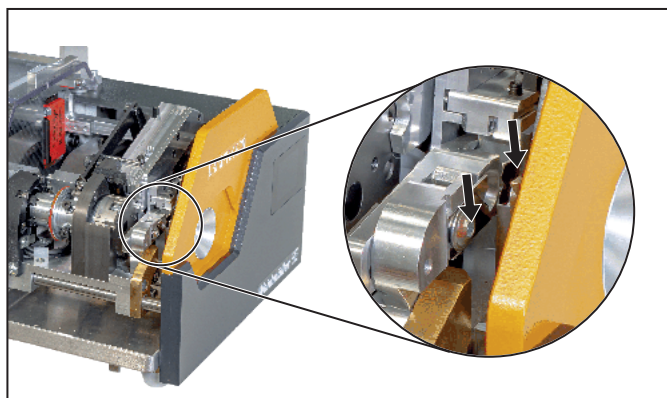

Bild 8.1 Abisoliermesser wechseln
- ▶ Entfernen Sie die Befestigungsschrauben der beiden Messerpaare, siehe Bild 8.1.